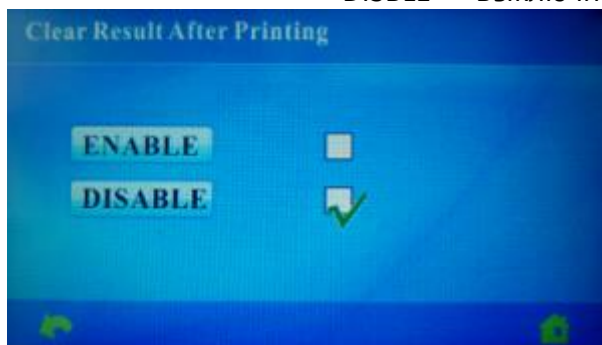

Рис.15
3) **Clear Result After Printing** - Установка сброса счета после печати чека рис.15.